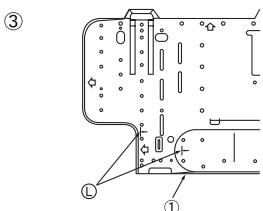

Fig. 3-7
- ③ Se o tubo alargamento já estiver embutido na parede: (Fig. 3-7)
- ① Placa de montagem na parede